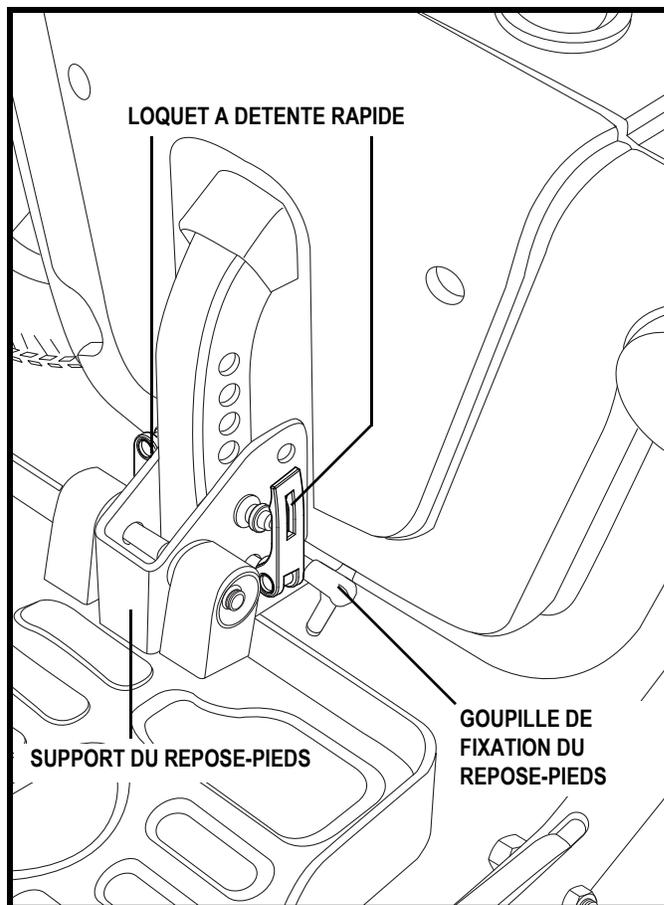
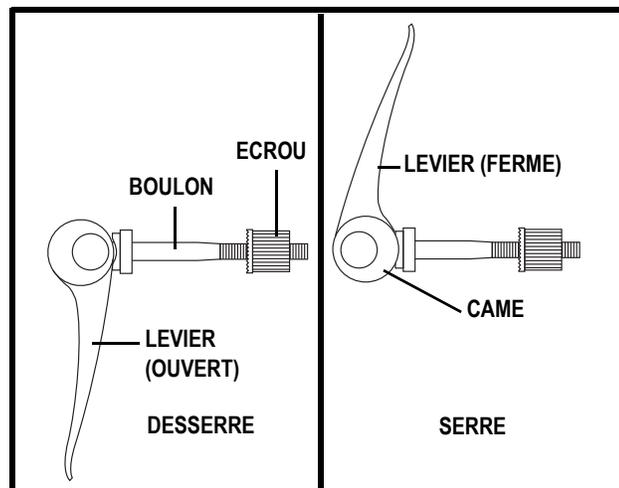

Figure 20. Ajustement du repose-pieds
Figure 21. Loquet à détente rapide
1. Retirez les loquets à détente rapide sur le support du repose-pieds. **Voir la figure 20.**
Loquets à détente rapide: Le repose-pieds est fixé à la base motorisée à l'aide de deux loquets à détente rapide. **Voir la figure 20.** Chaque loquet est composé d'un levier à came, d'un boulon et d'un écrou. **Voir la figure 21.** La came à l'extrémité du levier lui permet de s'ouvrir ou de se refermer en place. Quand au loquet, il peut se desserrer ou se resserrer. Lorsque le levier est ouvert le loquet est desserré. Tandis que lorsqu'il est fermé, il est serré.